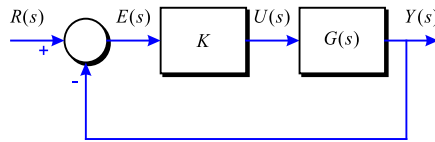

Figura 3-33
**Problema 89** La funció de transferència d'un sistema com el de la Figura 3-33 és: